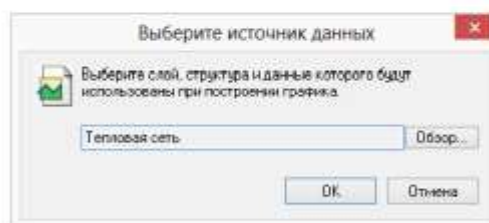

Рисунок 17.11. Окно выбора слоя
2. Нажмите кнопку редактора шаблона  и выберите слой редактируемого пьезометрического графика (смотрите Рисунок 17.11. «Окно выбора слоя»).